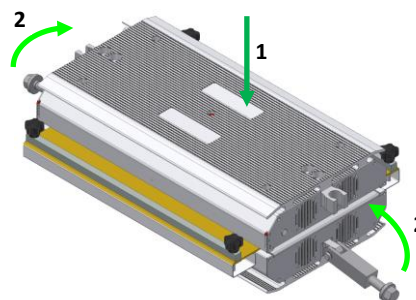

Fig. 8.4-6 - Fermeture de la presse
- Positionner la plaque supérieure de la presse sur la presse inférieure (réf. 1, Fig. 8.4-6) ;
- Insérer les broches de la plaque inférieure dans les logements à cet effet de la plaque supérieure (réf. 2, Fig. 8.4-6)